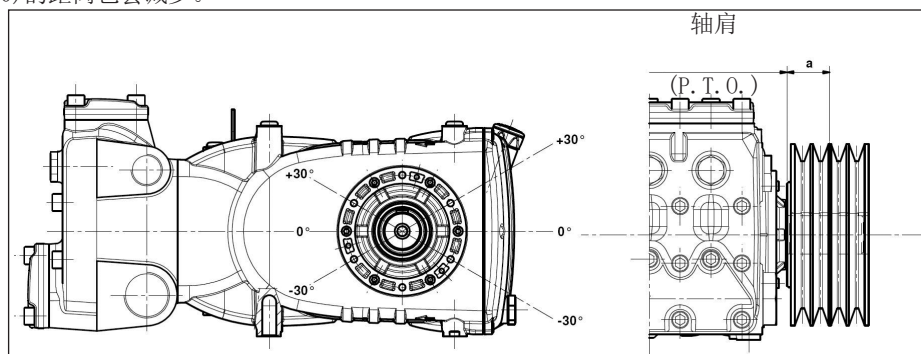

图10
泵轴上的径向载荷不能超过7500 N(布局定义所必须的数值)。只有该载荷作用在距离轴肩(P. T. O.)的一段最大长度 $a=40 \text{ mm}$ 时，传动才被视为适当，见图10。
- b) 使用高效能皮带 - 例如XPB而不是SPB - 同样的功率传递, 使用的皮带数量会相对少, 继而相对(P. T. O.)轴肩“a”(图10)的距离也会减少。